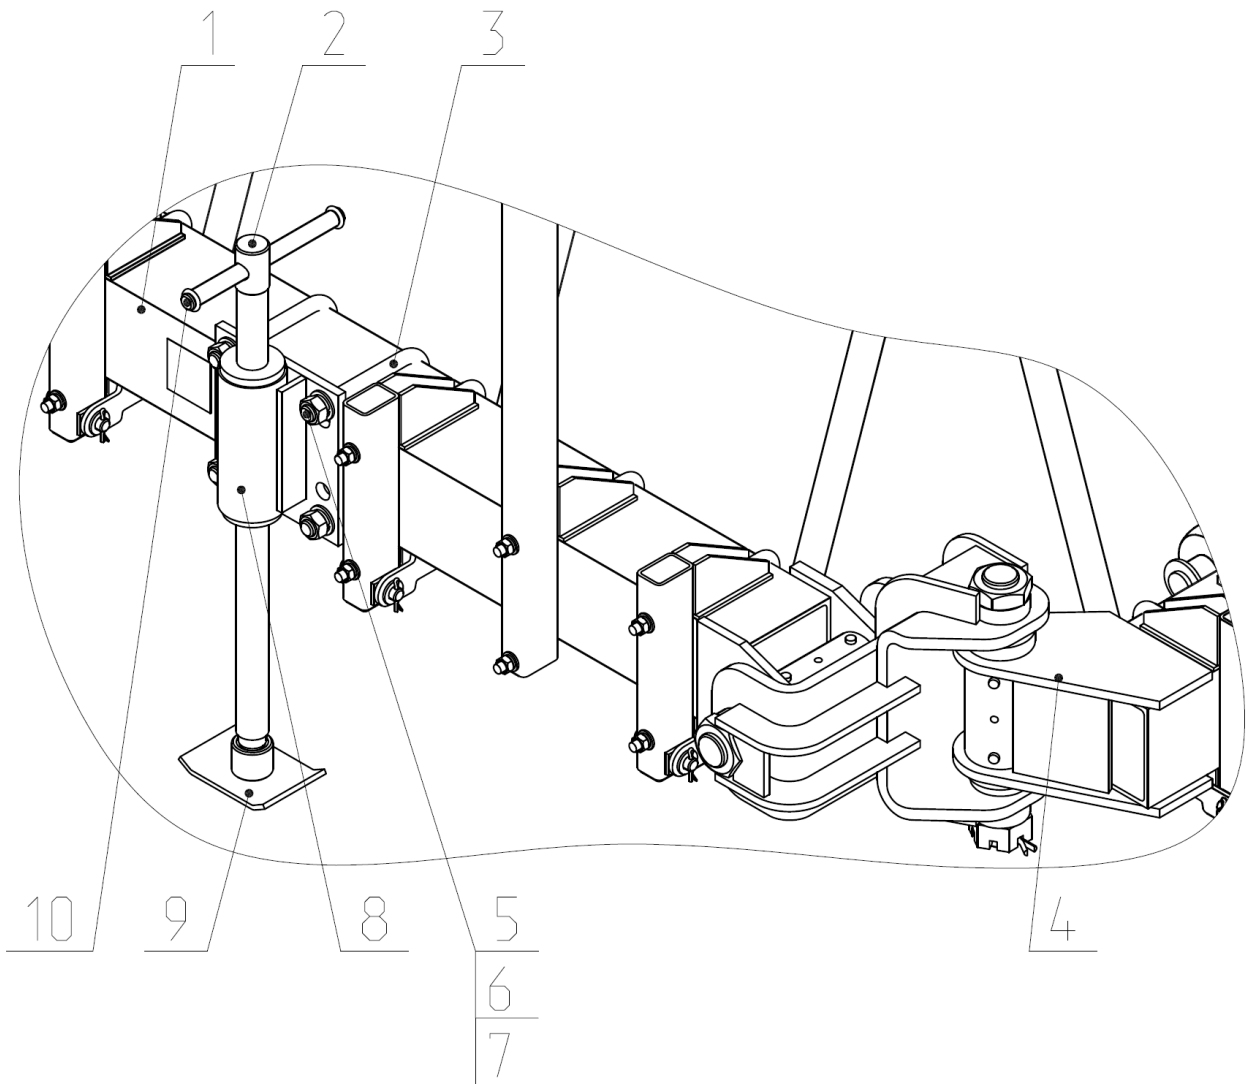

Рис.6 Опора стояночная.
2.1.6 Стояночная опора (рис.6) служит для обеспечения устойчивого положения бороны в отцепленном (транспортном) положении, а также для регулирования положения сннца по высоте. Опора состоит из стакана 8, винта 2, пяты 9, ручки 10. Закрепляется опора на трубе боковой балки 1 скобами 3. гайками 5 и шайбами 6, 7. Регулирование положение сннца по высоте производят путем прокручивания винта 2 в стакане 8.
-отсоединять борону в транспортном положении от трактора без установленной стояночной опоры на боковой балке согласно рис.6. Все работы, связанные с ремонтом и техническим обслуживанием, производить на отцепленном или опущенном орудии, при заглушенном двигателе трактора.